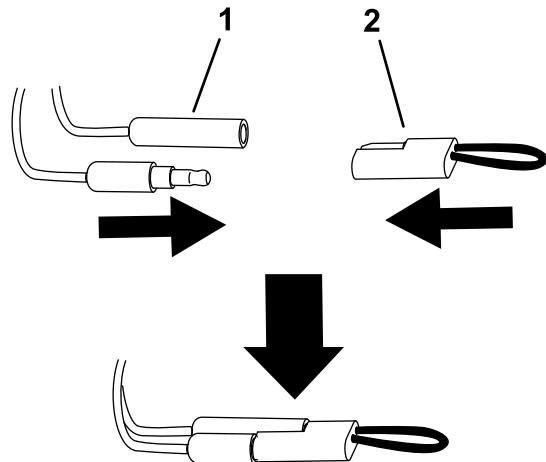

図 12
5. キャリブレーション用コネクタの接続を外して各コネクタにプラグをはめる**図 12**。